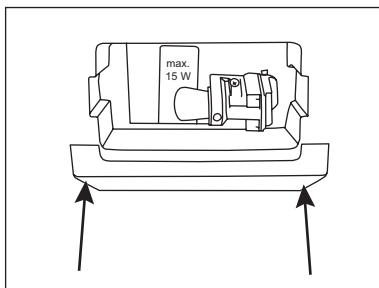

рис. 9
2. Снимите крышку лампы (рис. 9).